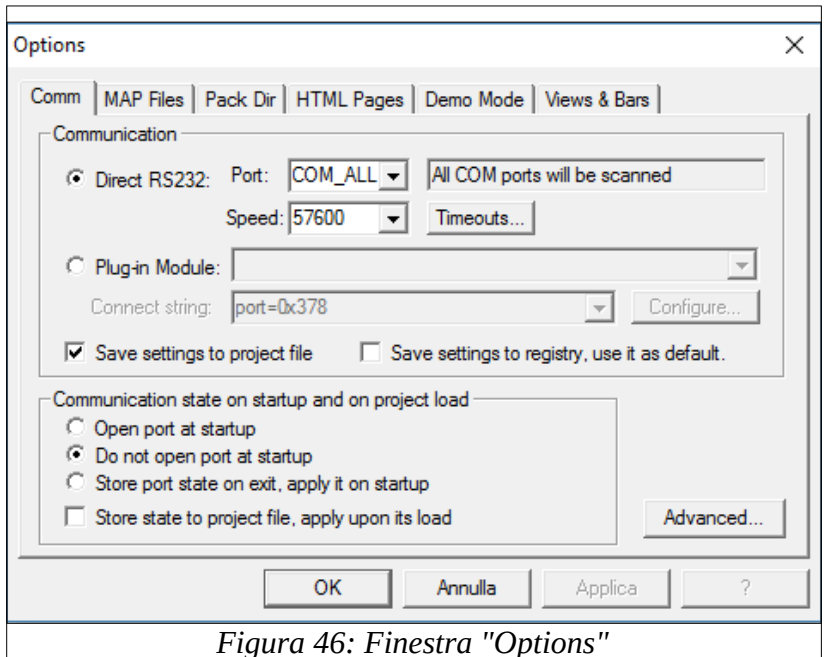

Figura 46: Finestra "Options"
- Impostare i valori come nella Figura 46.